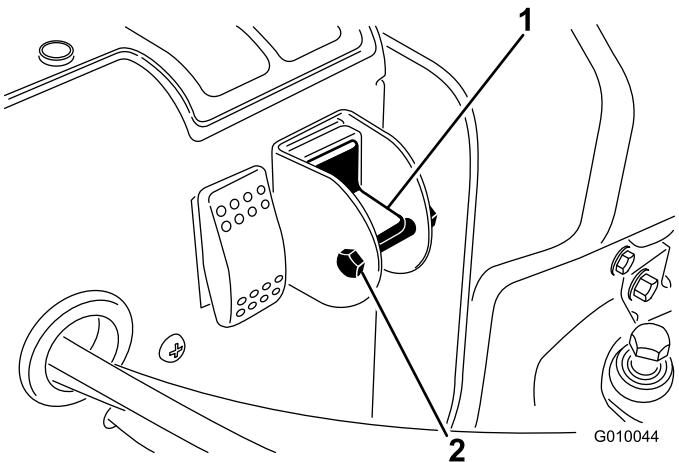

Figura 29
- Togliete il bullone e il dado di bloccaggio dal selettore (Figura 29).